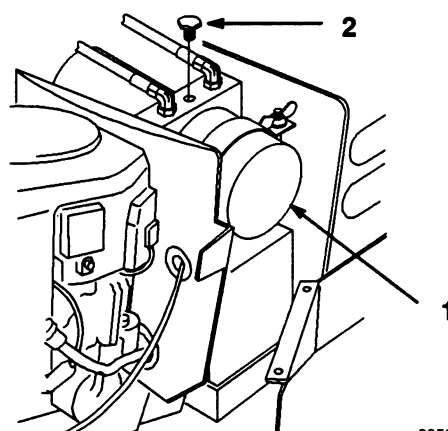

Fig. 30
4. Togliere il tappo sulla pompa di sollevamento meccanico (Fig. 30). Il fluido deve essere a livello con la base del foro.